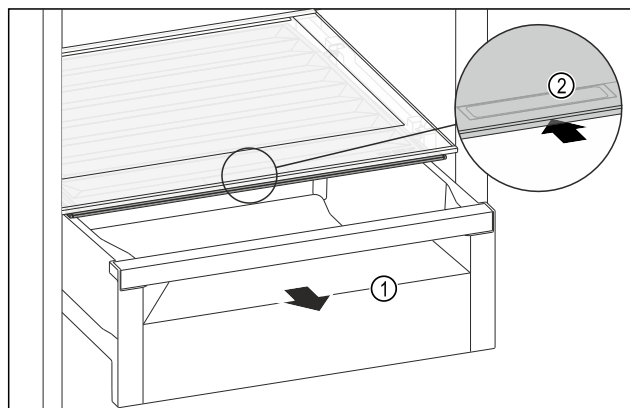

Fig. 138
- ▶ Izvucite ladicu Fig. 138 (1).
- ▶ Primite ručku Fig. 138 (2) na poklopcu pretinca i istodobno povucite poklopac pretinca prema natrag.